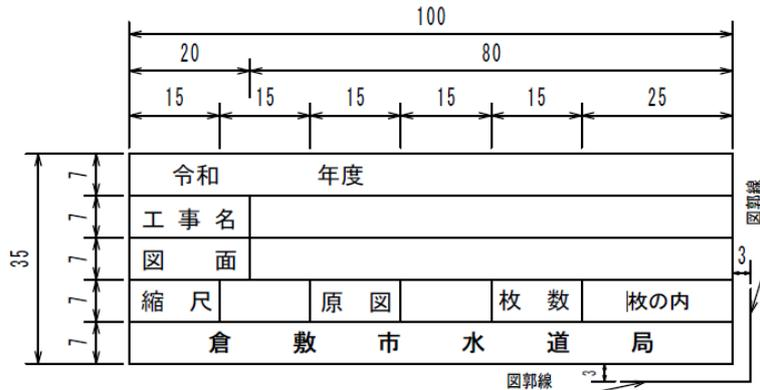

図5-1 標題
- (1) 標題は図面右下の図5-1に示す位置に記入する。また、図面が複数になる場合は全ての図面に記入する。
- (2) 標題欄の大きさ、記入項目は、図5-1のとおりとする。
- (3) 「原図」欄には、原図のサイズを記載すること。